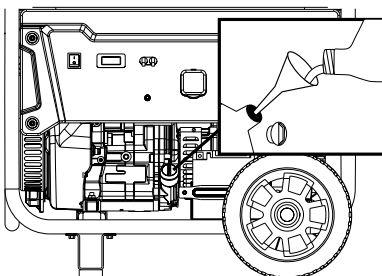

Figure 18 - Le bouchon de remplissage d'huile/Jauge
5. Retirer le bouchon de remplissage d'huile. (voir la Figure 18 ci-dessous).